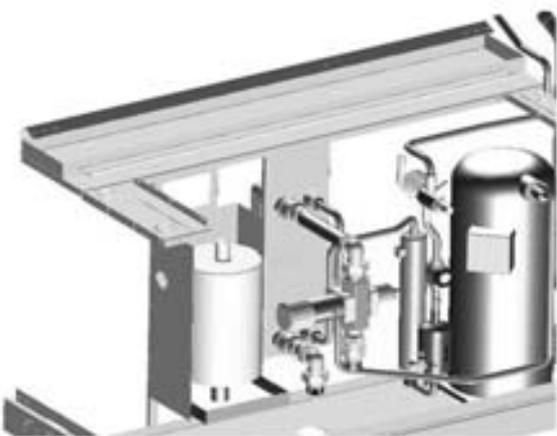

Fig. 1
- **Compresseurs:** Seuls des compresseurs scroll de marques réputées sont installés dans les armoires INNOV@ (fig.1). Le compresseur scroll offre la meilleure solution en termes d'efficacité et de fiabilité pour les unités CCU. Le rapport de compression interne est très proche des conditions de fonctionnement habituelles des applications des unités CCU, apportant le maximum en termes de COP. Des pressions parfaitement équilibrées durant les phases de démarrage constituent un avantage certain pour le moteur électrique et sa fiabilité, notamment dans ce domaine où les démarrages sont fréquents.